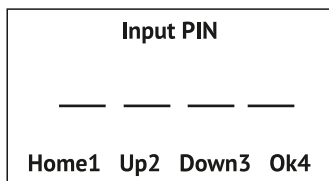

Рис. 2
3. На газонокосилке нажмите кнопку **Start** в течение 3 секунд, введите **PIN-код 1111** (рис. 2), установите язык, дату и время в соответствии с инструкцией.